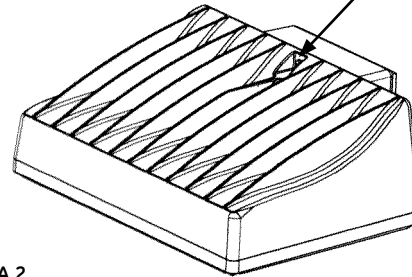

FIGURA 2
- Retire la caja de montaje trasera; para ello afloje el tornillo que está en el frente de la unidad y deslice la caja de montaje hacia abajo y fuera del gancho de montaje (vea la Figura 2).